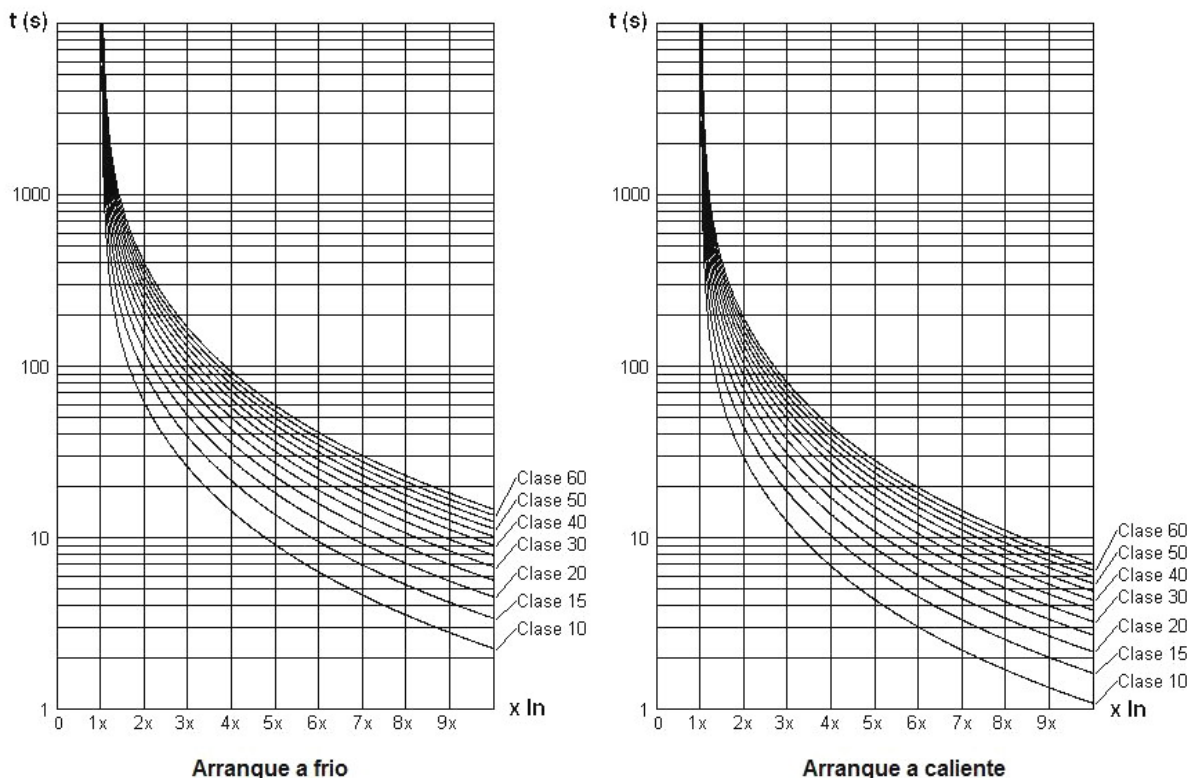

Figura 15.6: Clases Térmicas de Protección del Motor Padrón.
- Las curvas de arranques, o curvas de clase térmica, son basadas en el tiempo de rotor bloqueado que el motor soporta con determinada corriente (Figura 15.6). Estas curvas simulan el calentamiento del motor para situaciones de sobrecarga, o sea, con corrientes arriba de su corriente nominal y son normalmente basadas en la normativa IEC 60947-4-2.
La Figura 15.6 presenta los tiempos de actuación de la Clase térmica conforme la normativa IEC 60947-4-2.
**¡NOTA!** Los tiempos de las Clases Térmicas para arrancar a caliente presentados en la Figura 15.6 solamente son válidos para: P0840 = 3 = Clase F 155 °C, P0841 = 40 °C y P0842 = 60 °C.
Los valores padrones de los parámetros, P0840 = 3 = Clase F = 155 °C, P0841 = 40 °C y P0842 = 60 °C definen los tiempos de actuación de la Clase térmica conforme la normativa IEC 60947-4-2, presentados en la Figura 15.6. Estos tiempos son basados en características típicas de motores padrones de mercado, así, no son adecuados para posibilitar el arranque de motores especiales que poseen clases de aislamiento superiores con elevados tiempos de arranque con corrientes altas y diversos tipos de enfriamiento.